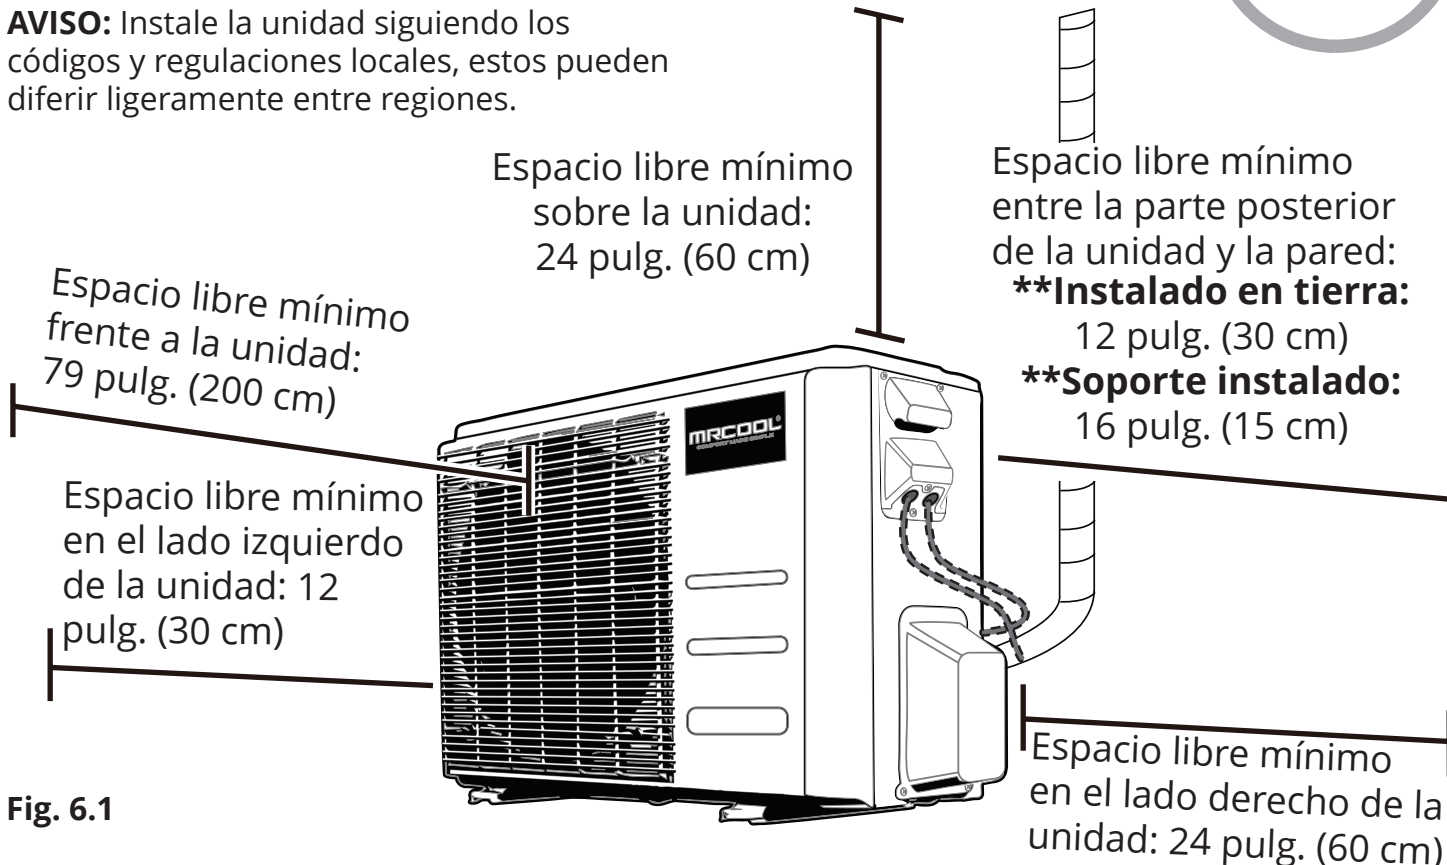

Fig. 6.1
- ✓ Cumple con todos los requisitos de espacio que se muestran en la ilustración anterior (Fig. 6.1)